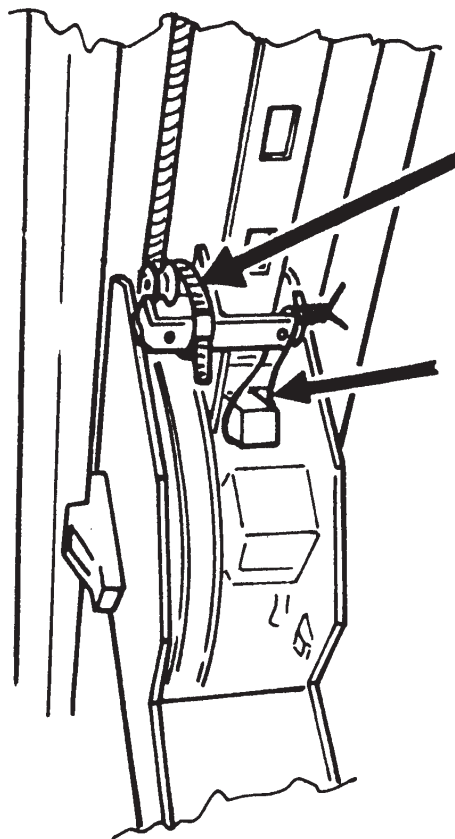

Fig. 25
- legare il paracadute e i martelletti in posizione di disimpegno (Fig.25);
- Tie down the safety locks and catches in the released position (Fig.25).
- Die Auffangvorrichtung und die Klinken in der gelösten Position (Abb.25) festbinden;
- lier le parachute et les taquets en position de repos (Fig.25);
- Atar el paracaídas y las palancas giratorias en posición de desempeño (Fig.25);